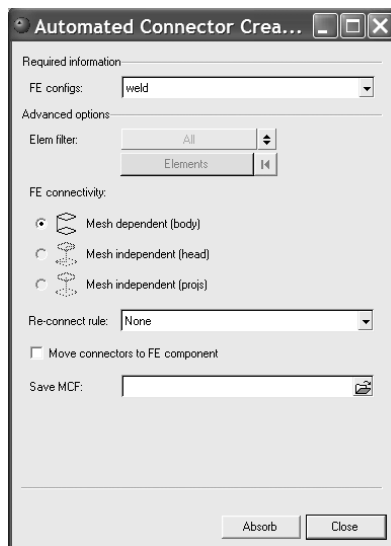

图 6-51 Automated Connector Creation and FE Absorption 对话框
(1) 通过主菜单 Connectors > Fe Absorb 打开 Automated Connector Creation and FE Absorption 对话框，如图 6-51 所示。